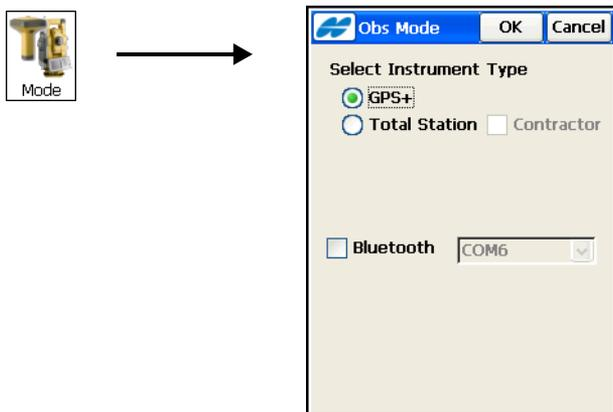

Abbildung 4-1. Beobachtungsmodus
1. Tippen Sie im Hauptbildschirm auf das **Modussymbol** und wählen Sie den Messmodus (GPS+ oder Totalstation). Tippen Sie dann auf **OK** (Abbildung 4-1). Wählen Sie im Totalstationsmodus den Modus „Bauverm.“, um die Geländeaufnahme und Absteckung mit Totalstationen für Personen ohne vermessungstechnische Ausbildung zu ermöglichen. Für eine Nivellementmessung wählen Sie ebenfalls „Totalstation“.